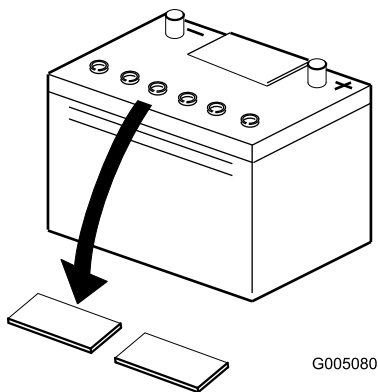

図 5
2. バッテリーの上部をきれいに拭い、キャップを取り外す（図 5）。